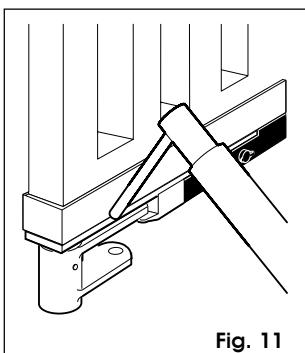

Fig. 11
- Saldare accuratamente la staffa guida sulla staffa di sostegno (fig. 11).